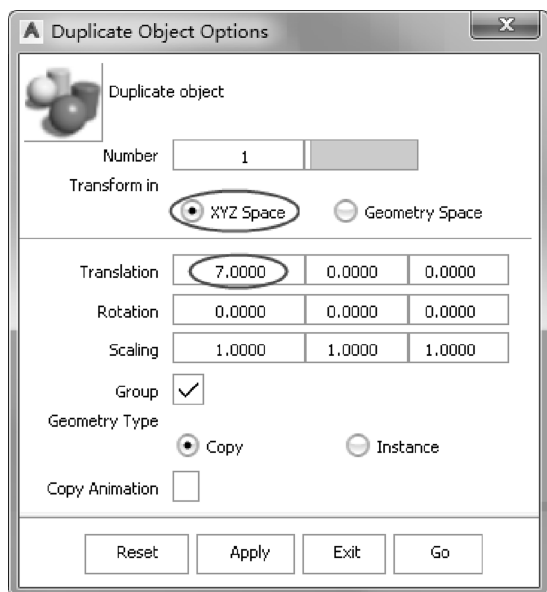

图 3-78 创建副本参数设置
- 26 选择【Pick object】工具, 选择刚刚创建的曲面, 单击菜单栏中【Edit】|【Duplicate】|【Object】命令旁边的图标, 打开对话框, 进行参数设置, 如图 3-78 所示。